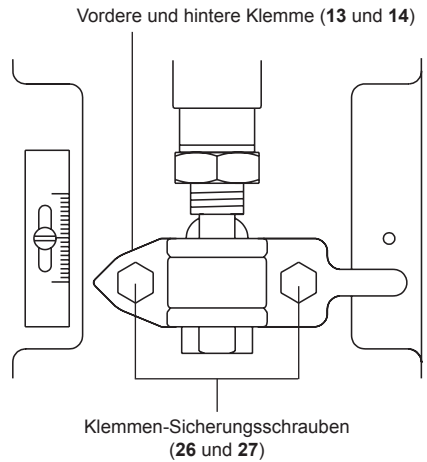

Abb. 8
- Die Klemmmuttern und Schrauben (**26** und **27**, siehe Abbildung 8) lösen und den Ventiladapter (**11**) abnehmen.